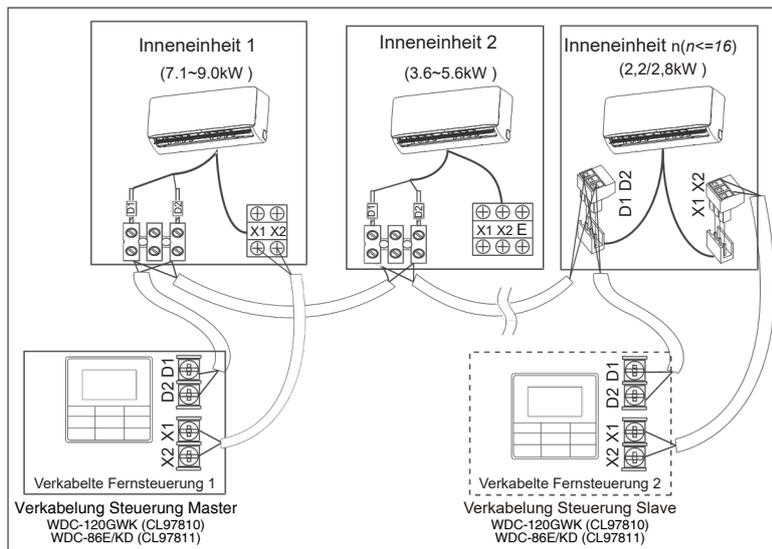

Abb. 6.8
- Verwenden Sie 1 kabelgebundene Steuerung zur Steuerung Kabelbedienung, 2 kabelgebundene Steuerungen (ein Master und ein Slave) zur Steuerung eines Innengerätes (siehe Abb. 6.8);